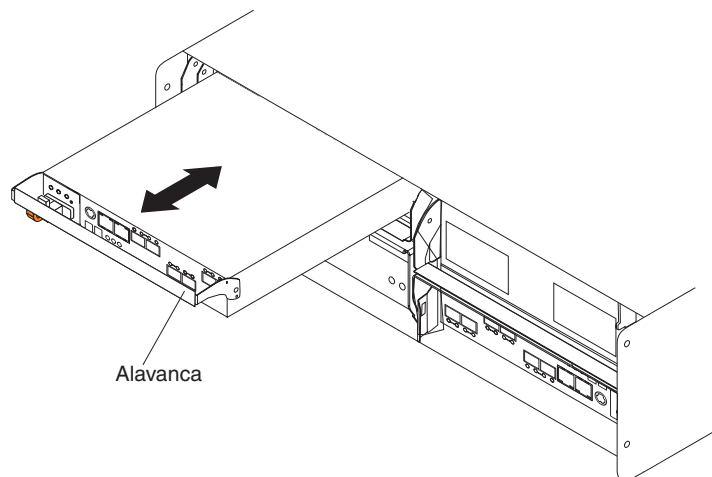

Figura 16. Removendo e Recolocando um Controlador
2. Puxe lentamente a alavanca para fora do chassi para remover o controlador do compartimento, conforme mostrado na Figura 16.